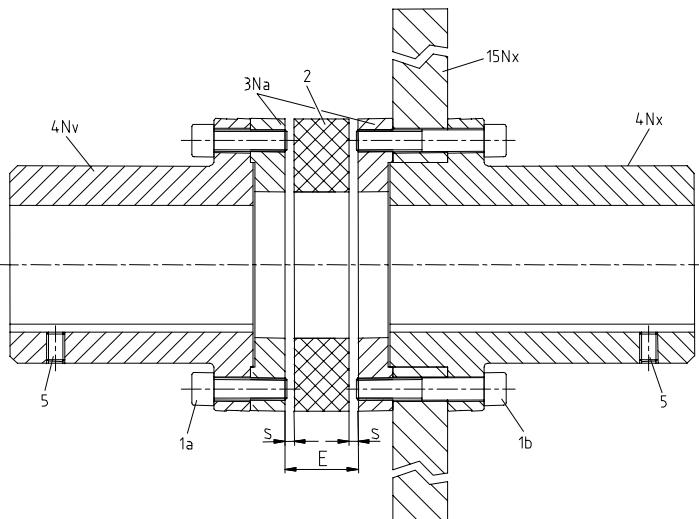

Bild 7
- Richten Sie den Zahnkranz (2) mittig zwischen den Mitnehmerflanschen (3Na) aus und überprüfen Sie das E und s Maß (siehe Bild 7).